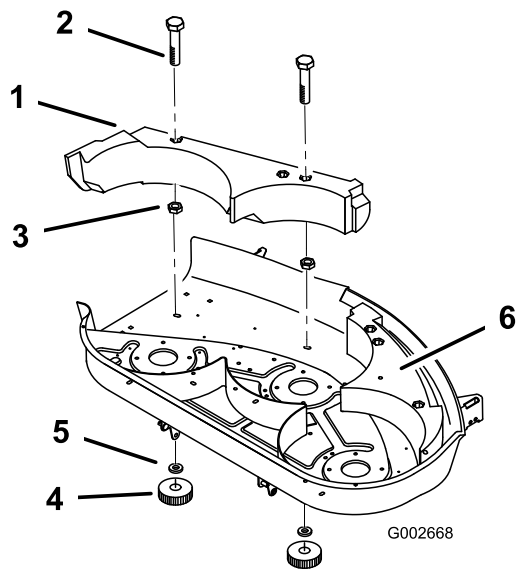

Bild 18
2. Entfernen Sie die Handräder und Wellenscheiben vom rechten Ablenkblech (Bild 18).
4. Montieren Sie das rechte Ablenklech am Mähwerk mit den Handrädern und den Wellenscheiben (Bild 18), die Sie in 2 abgenommen haben.